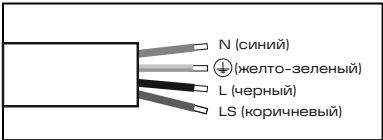

Рис. 5
- 5.14 Выполните электрическое подключение осветительного прибора согласно рис. 5. При соединении основной фазы (L) и коммутируемой фазы (LS) между собой светильник работает в режиме постоянного действия. При отсутствии такого соединения светильник работает в режиме непостоянного действия.